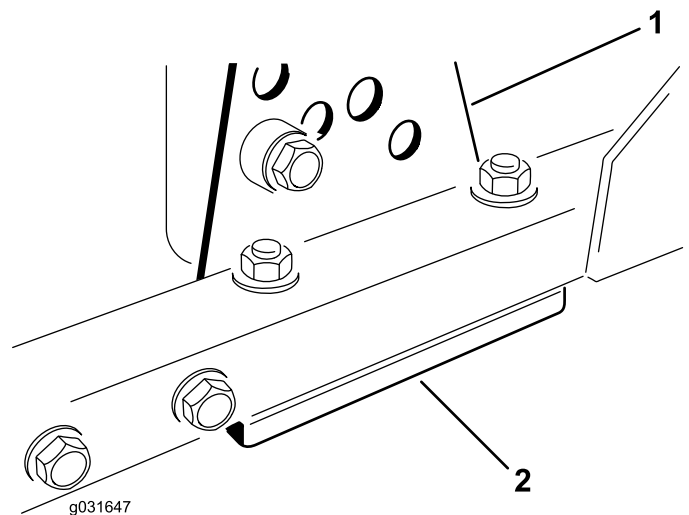

図 69
1. 刈り高ブラケット前、左、右のうち1つをデッキのフレームから外す 図 69。
2. デッキフレームとブラケットとの間に厚さ 1.5 mm または 0.7 mm のシム、場合によってはこれらの両方を挿入して、希望する刈高を達成する 図 69。
3. 余ったシムを刈り高ブラケットの下に入れ、刈り高ブラケットをデッキのフレームに取り付ける 図 69。